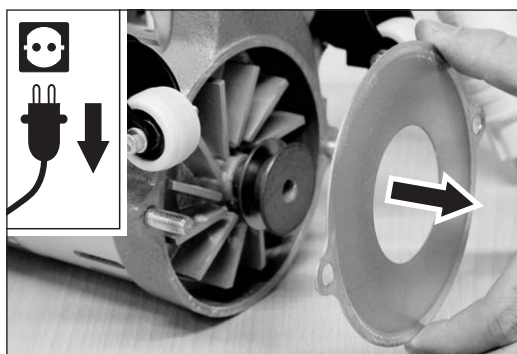

Abb. 56 Entfernen der Ventilatorabdeckung.
- 3 Entfernen Sie die Ventilatorabdeckung (Abb. 56).